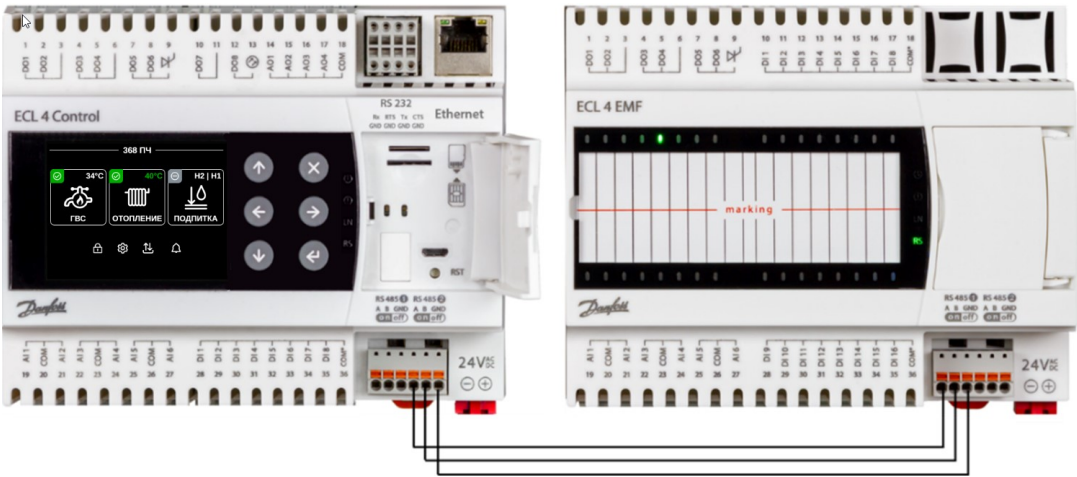

Рис.18. Контроллер ECL4 Control 368R ПЧ Ethernet с подключенным модулем ECL4 EMF.
В комплект поставки ECL4 Control 368R ПЧ входит контроллер ECL4 Control и модуль расширения ECL4 EMF. Коммуникационной шиной для этих устройств служит линия RS-485 между портами RS-485 ❷ ECL4 Control и RS-485 ❶ на ECL4 EMF (Рис.18). Данное соединение является фиксированным и не требует дополнительной настройки в программном обеспечении. Благодаря наличию нескольких коммуникационных портов, ECL4 Control 368R ПЧ обладает расширенными возможностями по сбору данных на уровне объекта и передаче данных в систему верхнего уровня (Табл.8).